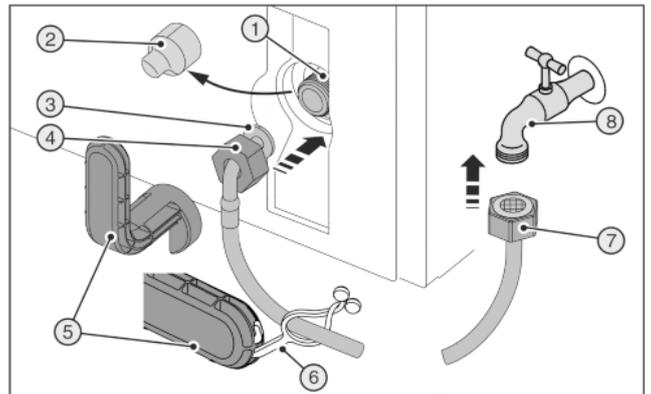
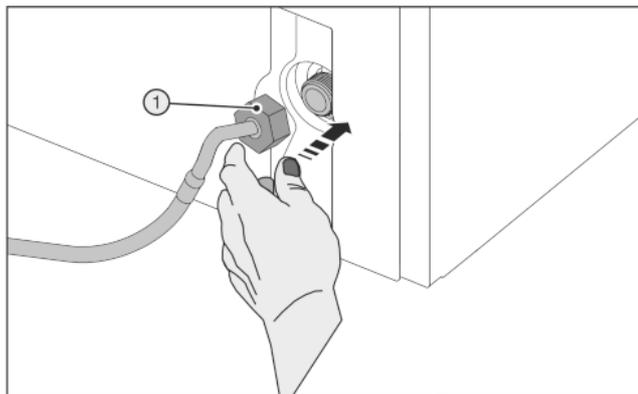

Fig. 28
Fig. 29
Strumento ausiliario rotto Fig. 28 (5)!
- ▶ Utilizzare strumenti ausiliari Fig. 28 (5) esclusivamente a temperatura ambiente.
- ▶ Togliere la copertura Fig. 28 (2).
- ▶ Montaggio facilitato: posare l'estremità diritta del tubo Fig. 28 (7) a sinistra sul pavimento.
- ▶ Spingere il dado Fig. 28 (4) sull'estremità angolata del tubo Fig. 28 (3) fino alla fine e serrare.
► Applicare con cura il dado Fig. 29 (1) e avvitare con due dita direttamente sul filetto, finché non è perfettamente in sede.
► Serrare il dado Fig. 29 (1) in senso orario con lo strumento ausiliario Fig. 28 (5) fino a raggiungere la coppia massima e a spanare lo strumento ausiliario Fig. 28 (5).
► avvitare il dado Fig. 28 (7) sul rubinetto d'intercettazione Fig. 28 (8).
► Serrare il dado Fig. 28 (7) in senso orario con lo strumento ausiliario Fig. 28 (5) fino a raggiungere la coppia massima e a spanare lo strumento ausiliario Fig. 28 (5).
► Aprire il rubinetto d'intercettazione Fig. 28 (8) dell'alimentazione dell'acqua e controllare la tenuta dell'intero impianto dell'acqua.
► Agganciare la linguetta Fig. 28 (6) nello strumento ausiliario Fig. 28 (5) e fissare al tubo d'acciaio inox per conservarlo.